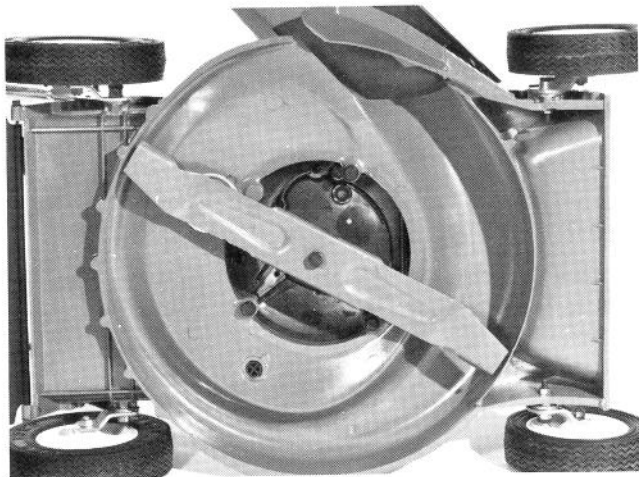

Figure 27
3. Inclinez la tondeuse sur son côté gauche (Fig. 27). Avec un tuyau d'arrosage, élevez les débris de tonte et la saleté qui se trouvent collés au carter. Utilisez un grattoir pour enlever toute l'herbe que l'eau n'a pas chassée.